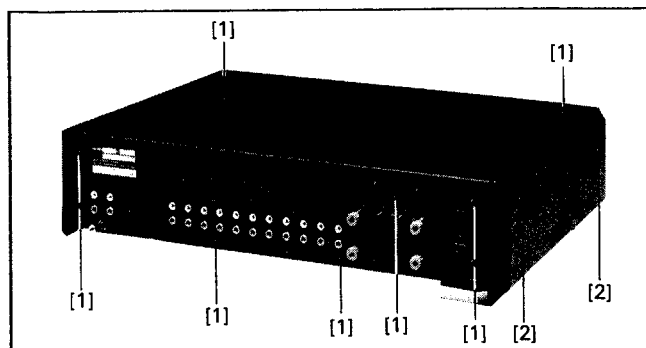

Fig.2.1
- Retirer 9 vis (1) à l'avant et à l'arrière (Fig.2.1).
- Desserrer chaque fois 2 vis (2) (Fig.2.1).